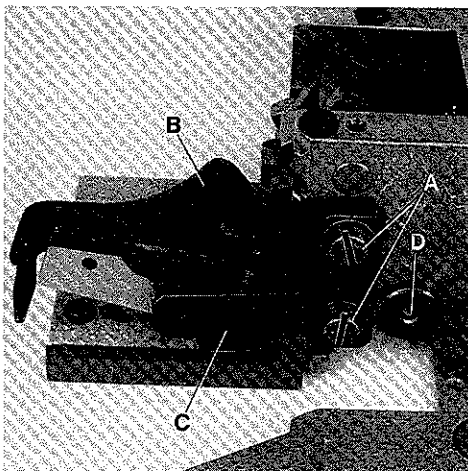
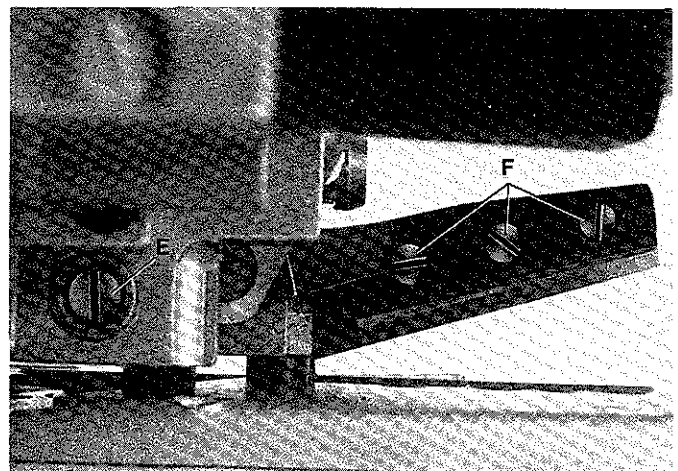
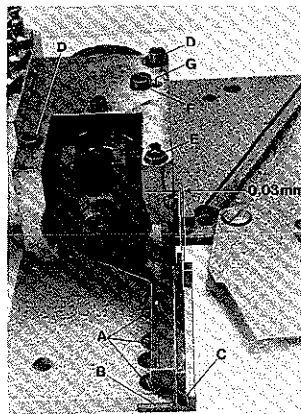

Fig.63
Fig.64
Fig. 66
Loosen screws (A, Fig. 63) and remove the two finger guards (B and C).
Loosen screw (D, Figs. 63 and 65) and turn screw (E, Figs. 64 and 65) a few revolutions counterclockwise until the pressure of upper knife against lower knife is released.
Remove the three knife fastening screws (A, Fig. 66) and replace the lower knife.
The cutting edge of lower knife should be flush with the top surface of cloth plate. When assembling a new lower knife two shims (B, Fig. 66) each 0,4 mm (1/64 in.) thick, have to be placed between lower knife and cloth plate. When assembling a resharpened knife one or both shims have to be removed, according to the stock removed while grinding, in order to have the lower knife cutting edge flush with cloth plate top surface. Tighten knife fastening screws.
Remove the three upper knife fastening screws (F, Fig. 64) and replace the upper knife.
Lösen Sie die Schrauben (A, Fig. 63) und entfernen Sie die beiden Fingerschutzteile (B und C).
Lösen Sie die Schraube (D, Fig. 63 und 65) und drehen die Schraube (E, Fig. 64 und 65) einigemal im Gegenuhreigersinn bis das Obermesser nicht mehr gegen das Untermesser drückt.
Entfernen Sie die drei Messerbefestigungsschrauben (A, Fig. 66) und tauschen Sie das Untermesser aus.
Die Schneide des Untermessers muß auf gleicher Höhe mit der Stoffplattenoberfläche stehen. Beim Einbau eines neuen Untermessers werden zwei je 0,4 mm dicke Unterlegbleche (B, Fig. 66) zwischen Untermesser und Stoffplatte gelegt. Beim Einbau nachgeschärfter Messer müssen, entsprechend dem abgeschliffenen Material, ein oder beide Unterlegbleche entfernt werden, damit die Untermesserschneide auf gleicher Höhe mit der Stoffplattenoberfläche ist. Ziehen Sie die Messerbefestigungsschrauben an.
Entfernen Sie die drei Obermesser-Befestigungsschrauben (F, Fig. 64) und tauschen Sie das Obermesser aus.
Retighten screws (F). Press upper knife lever with upper knife in its down position. Cutting edges of upper and lower knife should overlap approx. 0,5 mm (.020 in.) at the knife tips (C, Fig. 66). For this adjustment, the upper knife fastening screws (F, Fig. 64) can be relocated a little bit up or down in the holes of the upper knife lever.
Release pressure of upper knife against lower knife as described in paragraph "REPLACING THE LOWER KNIFE". Loosen screws (D, Fig. 66) slightly, and keep screw (E) securely tightened. Press upper knife lever in its down position.
Remove screw (F, Fig. 66) and rotate eccentric rod (G) so that the upper and lower knife contact each other at the knife tips (C), and at the lower knife pilot arises a distance of 0,03 mm (.0012 in.) (see Fig. 66).
Make sure that eccentric rod (G, Fig. 66) does not turn while tightening screws (D) and turning in screw (F).
Turn screw (E, Figs. 64 and 65) clockwise until the upper knife exerts a markable pressure against lower knife. Lock screw (E, Figs. 64 and 65) with screw (D) and make cutting tests with air pressure. If required, the upper knife pressure should be slightly increased or the shear angle slightly enlarged.
Ziehen Sie die Befestigungsschrauben (F) wieder an. Drücken Sie den Obermesserhebel mit dem Obermesser in die untere Stellung. Ober- und Untermesser sollen sich an den Messerspitzen (C, Fig. 66) etwa 0,5 mm überlappen. Die Obermesser-Befestigungsschrauben (F, Fig. 64) lassen sich für diese Einstellung in den Bohrungen etwas nach oben oder unten verlagern.
Lösen Sie die Schrauben (D, Fig. 66) leicht, die Schraube (E) muß fest angezogen bleiben. Drücken Sie den Obermesserhebel in die unterste Stellung.
Entfernen Sie die Schraube (F, Fig. 66) und drehen Sie den Exzenterbolzen (G) so, daß sich Ober- und Untermesser an der Spitze (C) berühren und am Untermesser-Führungszapfen ein Abstand von etwa 0,03 mm entsteht (siehe Fig. 66). Ziehen Sie die beiden Schrauben (D) wieder an und schrauben Sie die Schraube (F) wieder an.
Achten Sie darauf, daß sich der Exzenterbolzen (G, Fig. 66) beim Anziehen der Schrauben (D) und Einschrauben der Schraube (F) nicht verdreht.
Drehen Sie die Schraube (E, Fig. 64 und 65) im Uhrzeigersinn bis das Obermesser einen gut spürbaren Druck gegen das Untermesser ausübt. Kontern Sie die Schraube (E, Fig. 64 und 65) mit der Schraube (D) und machen Sie Schneidproben mit Druckluftantrieb. Bei Bedarf muß der Obermesserdruck etwas erhöht oder der Scherwinkel etwas vergrößert werden.